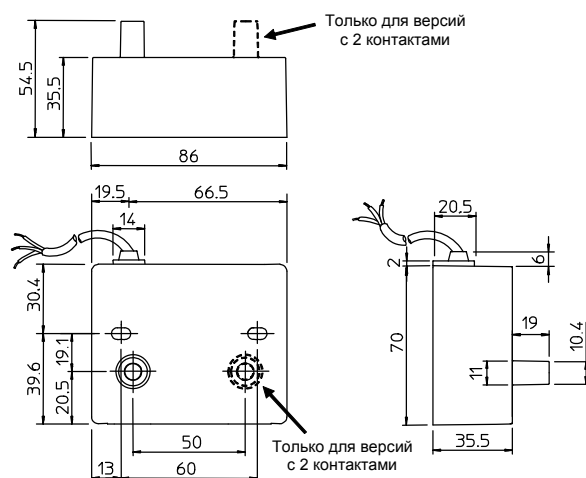

Рис. 2
- S: Выход(ы) снизу (Рис. 2 и 4);